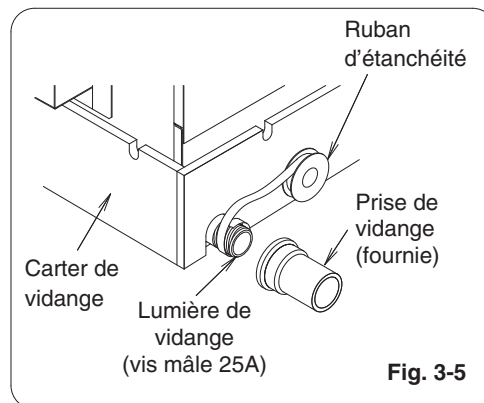

Fig. 3-5
- (1) Préparez un tuyau en PVC dur standard (D.E. 32 mm) pour la vidange et utilisez le collier flexible pour empêcher des fuites d'eau. Le tube en PVC doit être acheté séparément. Lors de cette opération, appliquez de l'adhésif sur le tube en PVC au point de connexion.
- (2) En cas de connexion d'une prise de vidange (fournie) sur la lumière de vidange fileté, recouvrez d'abord le filetage de ruban d'étanchéité, puis connectez le raccord. (Fig. 3-5)